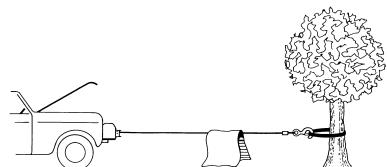

Figure 4
9. Lors de la traction de charges lourdes, il est recommandé de placer une couverture ou une veste lourde sur le câble métallique à proximité de l'extrémité où se trouve le crochet (Figure 4). En cas de rupture du câble, le tissu amortira la rupture et empêchera que le câble ne fouette. Pour une protection complémentaire, soulevez le capot du véhicule.